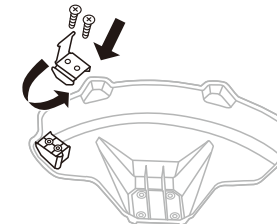

Fig.6B
4. Vuelva a montar ambos tornillos en la cuchilla. (Fig.6B)